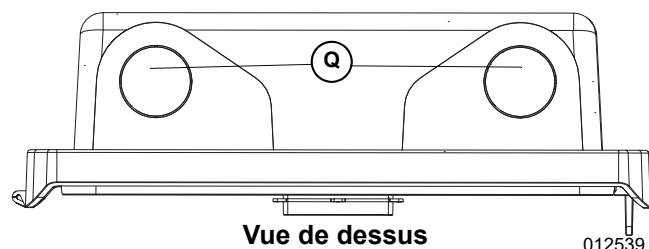

Figure 3-2. Ouvertures de conduit
Voir **Figure 3-2**. Avant d'installer l'appareil, percer ou défoncer des ouvertures dans le dessous du tableau électrique de même espacement (Q) que les ouvertures du PWRmanager. Percer ou défoncer des ouvertures comme il se doit dans le PWRmanager. Préparer les sections de conduit et les raccords pour ouverture de conduit.